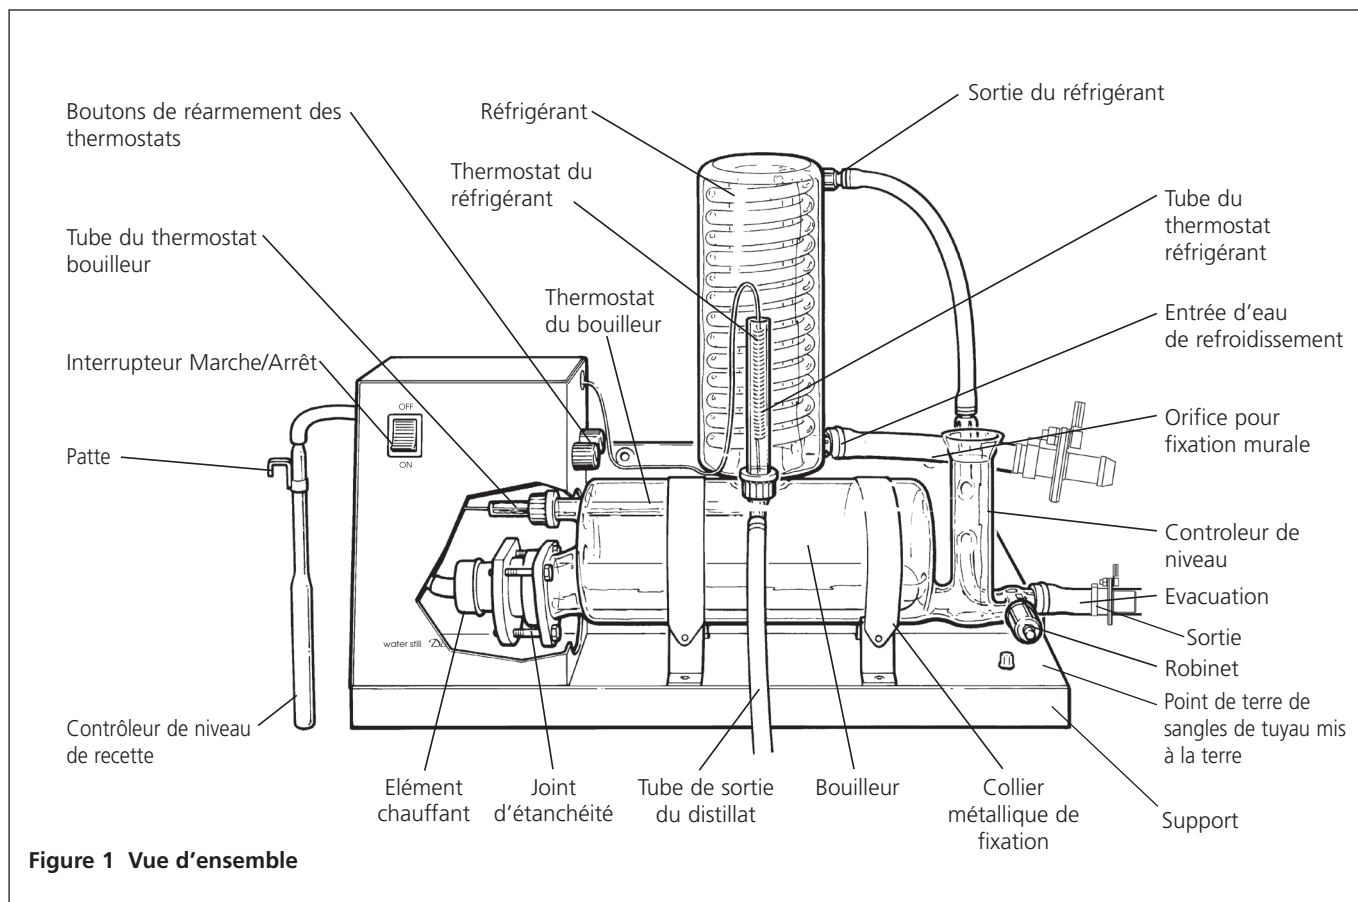

Figure 1 Vue d'ensemble
8. Dans le kit de flexibles, prenez une longueur de flexible de 8 mm avec les connecteurs filetés en plastique à chaque bout. Selon la figure 1, vissez un côté du flexible sur la sortie du condenseur (supérieure) et l'autre sur le filetage en verre du contrôleur de niveau constant.
Le capuchon n'étant pas complètement vissé, glisser délicatement le tube sur l'évent de la sortie du distillat. Visser alors le capuchon. Insérer la sonde du thermostat du réfrigérant dans le tube de verre. Tordre délicatement le fil du thermostat de façon à ce qu'il n'obstrue pas l'accès aux boutons de réarmement des thermostats. Voir **figure 1**.
16. Prendre le contrôleur du niveau de recette et enfilez l'extrémité du tuyau caoutchouc sur la tétine située sur le panneau latéral. Voir **figure 1**.
2. Assurez-vous que le fil de terre est bien connecté au point de terre - voir fig. 1 et 4b.